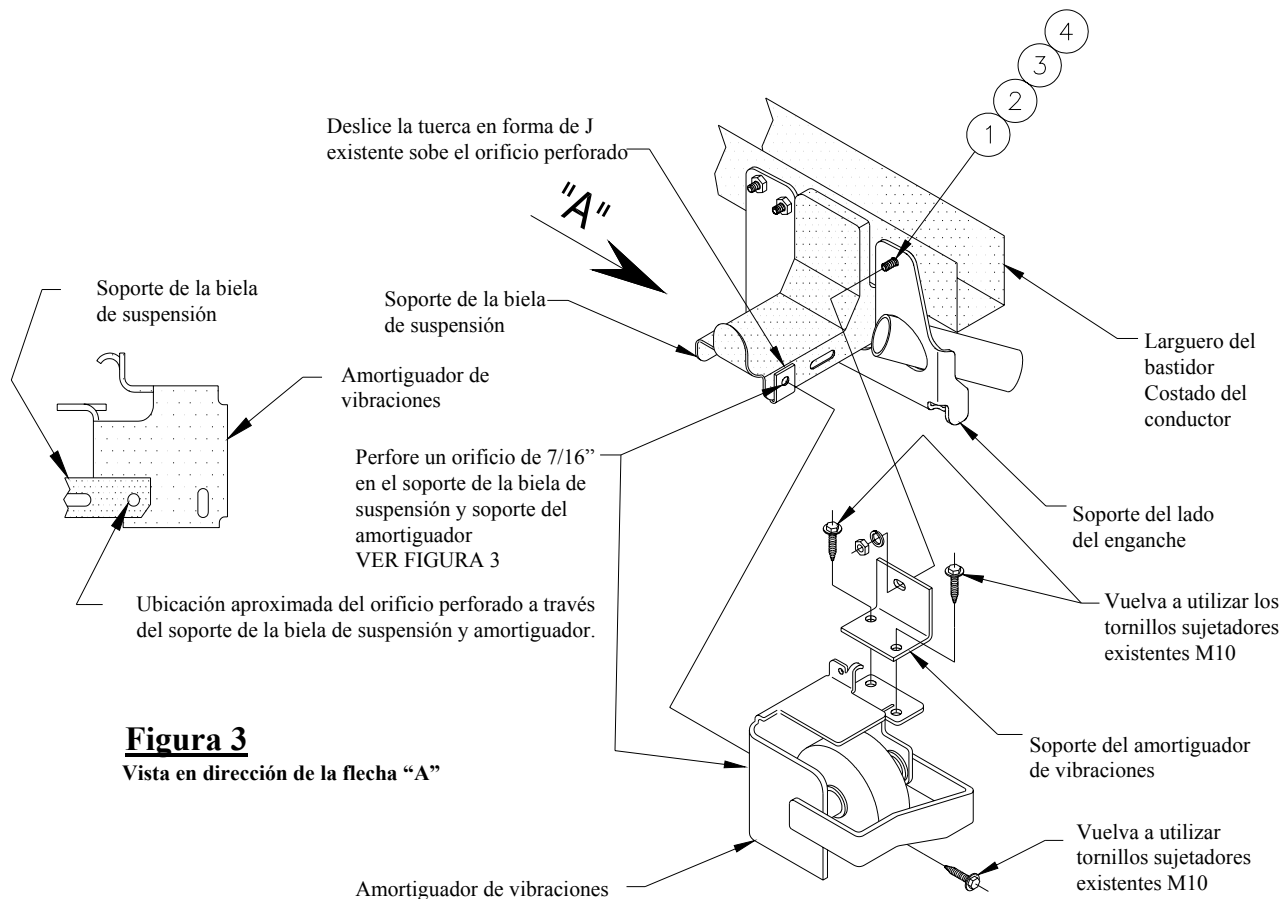

Figura 3
4. Perfore un orificio de 7/16" a través del soporte de la biela de suspensión y la cara contigua del soporte del amortiguador como se muestra en la Figura 3. Instale el tornillo sujetador existente M10 como se muestra en la Figura 2.